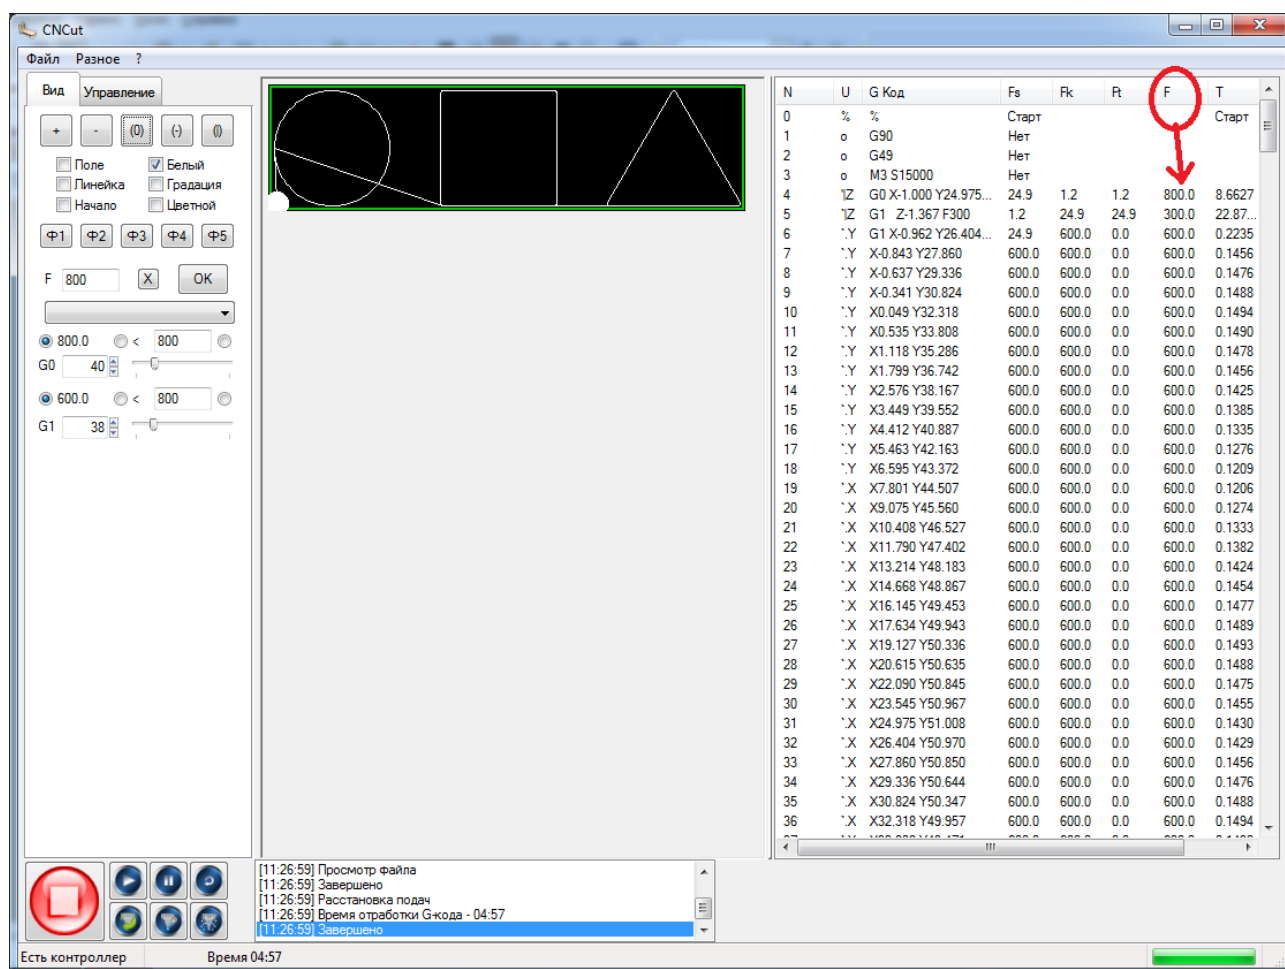

Рисунок 54. Скорость
56. Столбец «F» указывает на скорость, рисунок 54